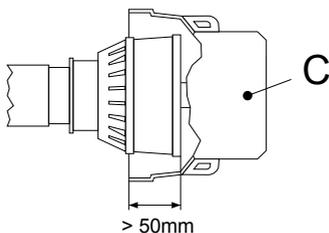

fig. 3
1. Assurez-vous que la contre-coiffe C de protection est bien présente, afin d'empêcher tout contact accidentel avec les organes en mouvement : la contre-coiffe doit surmonter d'au moins 50 mm la protection de l'arbre à cardan (fig.3).